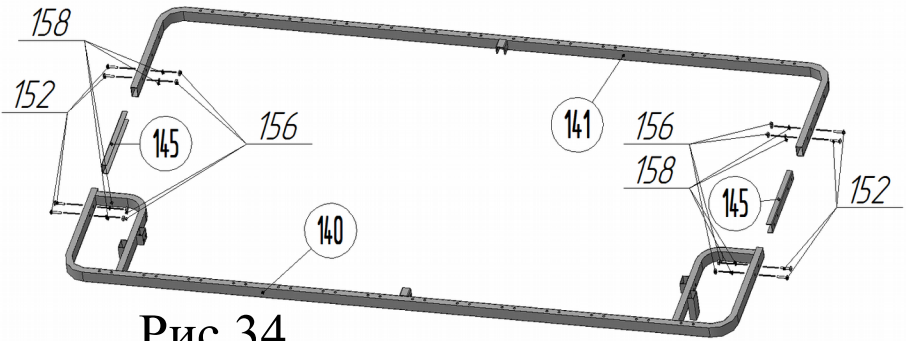

Рис.34
53. Соединить раму дивана переднюю поз.140 с рамой дивана задней поз.141 с помощью соединителей поз.145, винтов М6х30 поз.192, шайб Ø6х18 стальных поз.102 и гаек М6 со стопорным кольцом поз.156 (рис.34).